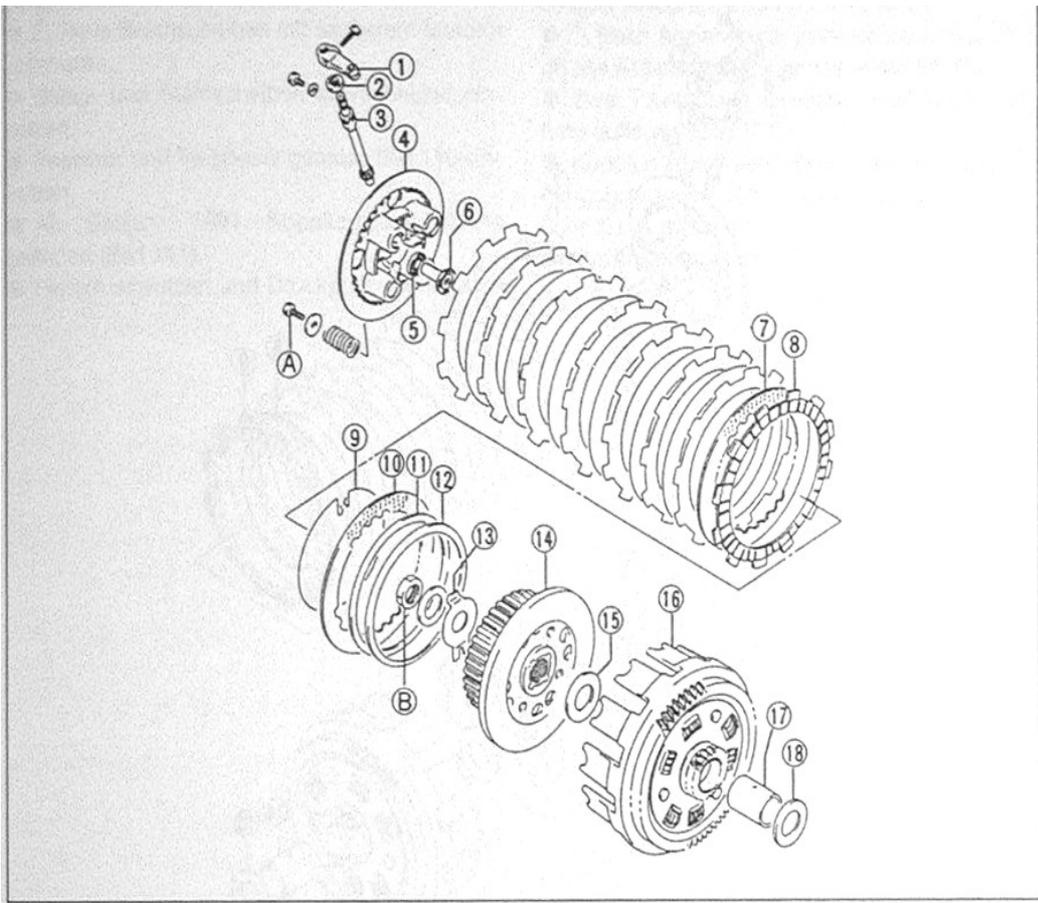

Bild 109
● Druckscheibe ⑧ und Distanzhülse ⑦ innen und aussen gefettet auf Hauptwelle aufschieben (Bild 109).